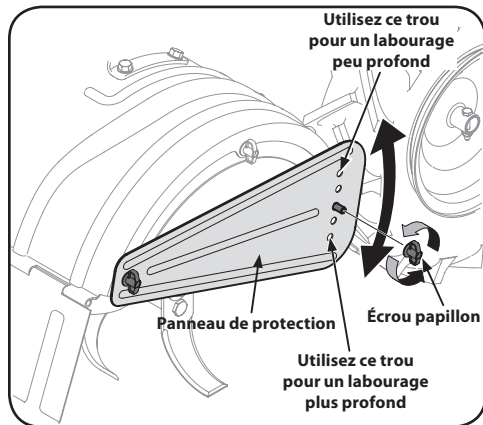

Figure 4-4
2. Pour labourer une section d'herbe ou pour effectuer un labourage peu profond, utilisez le réglage de profondeur de 1" (le deuxième trou à partir du haut). Abaissez les panneaux de protection à la position la plus basse. Voir Figure 4-4.